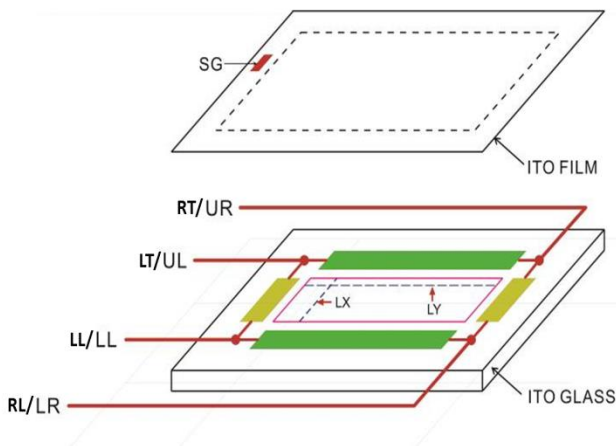
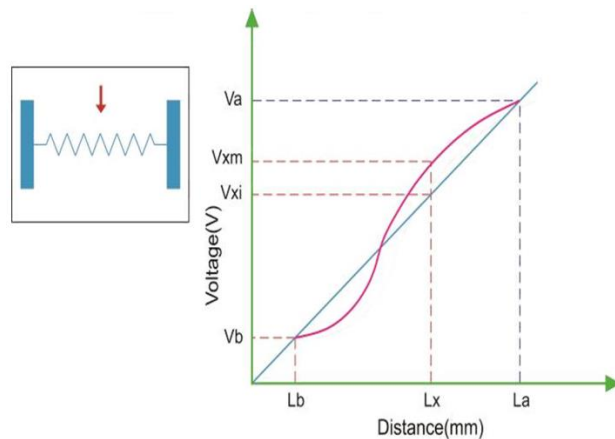

Figure 2
Figure 3
Linearity [線性]	$X \leq 1.5\%$, $Y \leq 1.5\%$ (See Figure2)
Step 1: short RT(UR) and RL(LR)(or short RL(LR) and LL(LL)).
Step 3: short LT(UL) and LL(LL) (or short RT(UR) and LT(UL)).
Step 6: measure the voltage differences between RT(UR) and LT(UL) (or RT(UR) and RL(LR)) (Figure 2)
(Figure 3)
[將 RT, RL 短路(或 RL,LL 短路)並接上 5V 的直流電,另外將 LT, LL 短路(或 RT, LT 短路)並接上接地線圈 0V,以 5.0mm 的間隔,利用手寫筆(stylus)劃直線(如圖 2 中 LX 和 LY),並量測 SG 的電壓,量測並計算 RT 與 LT 間的電位差(或 RT 與 RL 間的電位差)](Figure 2) (Figure 3)